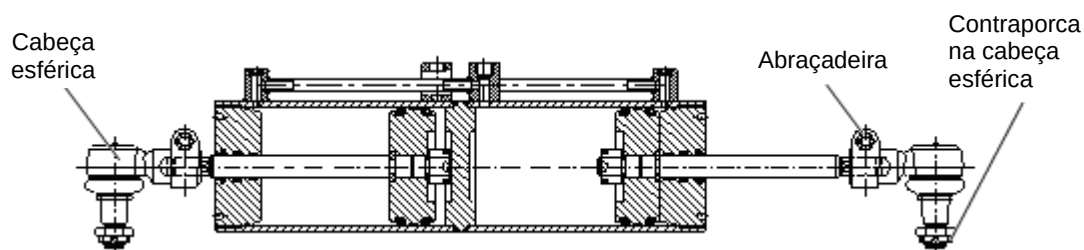

Figura 03 – 18
e) Cilindro centralizador (Consulte a Figura 03 – 18):